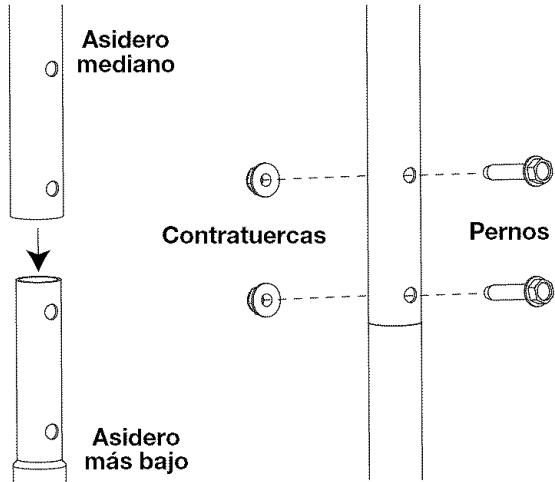

Fig. 1
2. Coloque el extremo abocinado del mango intermedio sobre el mango inferior y alinee los agujeros (Fig. 1). Asegúrese de que la etiqueta que dice "PARA ARRANCAR" (TO START) mire hacia arriba.